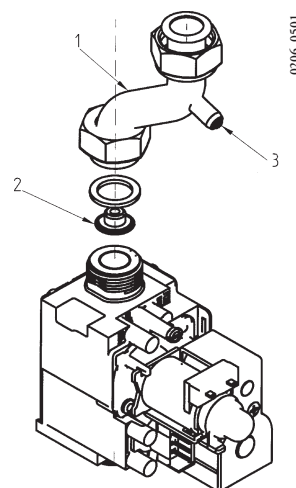

Figura 12b (modelul 240/40 i - 240/60 i - 240/40 Fi e 240/60 Fi)
- îndepărtați tubul de alimentare cu gaz (1 din Figura 12b);
- înlocuiți duza pentru diafragmă montată pe valva de gaz (2);